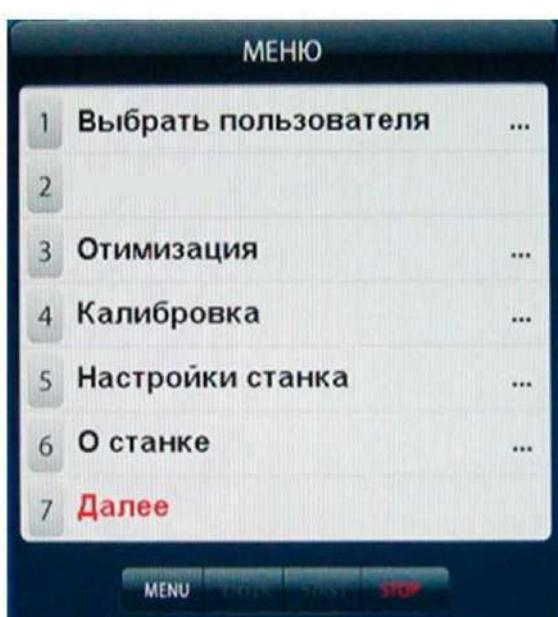
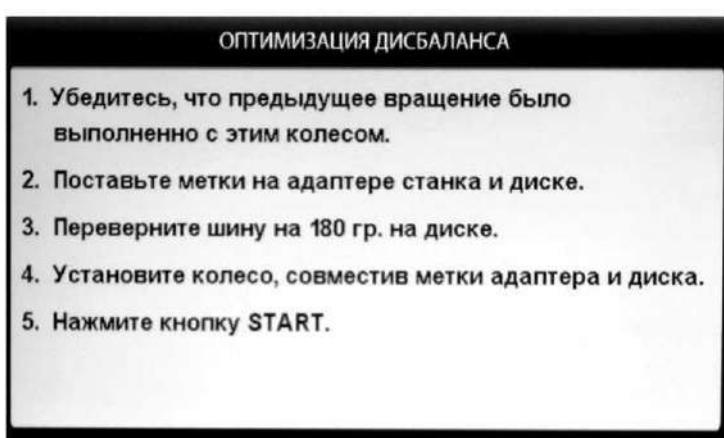
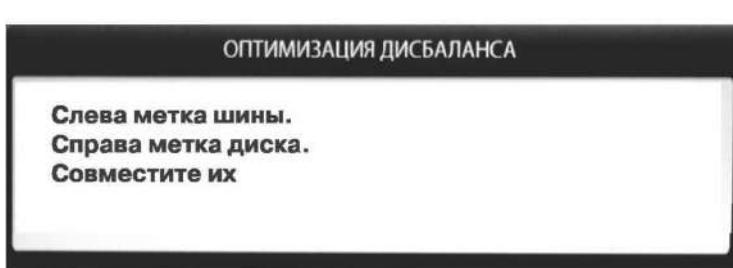
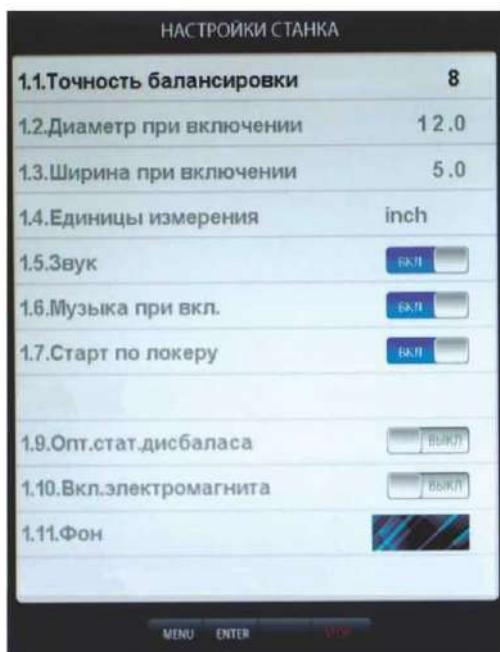

рис.15.1.
рис.15.2
рис.15.3
рис.17.1
15.2. Для входа в программу Opt нажмите кнопку «MENU» после чего на экране монитора появится окно (рис. 15.1). Далее выбрать программу «Оптимизация», нажав кнопку 3, после чего на экране монитора появится окно (рис. 15.2). Далее выполните операции согласно указаниям в окне (рис.15.2).
15.3. После выполнения п.5 в окне рис.15.2 на экране монитора появится окно (рис 15.3), а на индикаторах 1 отобразится величина статического дисбаланса колеса, а на индикаторах 4 - величина дисбаланса колеса, которую можно получить после завершения программы Opt. Поставьте метки нашине и диске согласно указаниям в окне рис.15.3.
16.2.1. Нажмите кнопку «MENU». На экране появится окно MENU (рис.15.1), нажмите кнопку 7 «Далее» на экране появится окно второй страницы MENU (рис.16.1). Выберите «Дополн. настройки», нажав кнопку 2, на экране откроется окно «Настройки станка» (рис.16.2). Нажмите кнопку 1 «Имена операторов» на экране откроется окно «Выбрать пользователя» со списком операторов, (рис.16.3).
Программное обеспечение СБ содержит целый ряд параметров, позволяющих максимально приспособить СБ к потребностям потребителя. Для настройки параметров нажмите кнопку «MENU» на экране монитора появится окно MENU (рис.15.1). Нажмите кнопку 5 «Настройки станка» на мониторе появится окно настроек (рис.17.1).